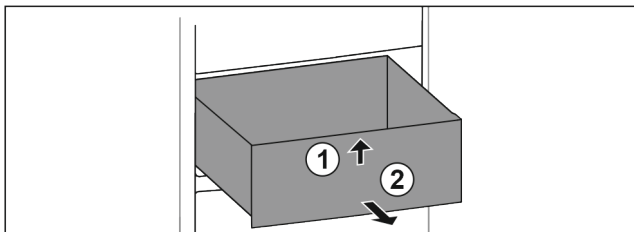

Fig. 17
- ▶ Nadzvedněte zásuvku vpředu. Fig. 17 (1)
- ▶ Vyjměte zásuvku dopředu. Fig. 17 (2)